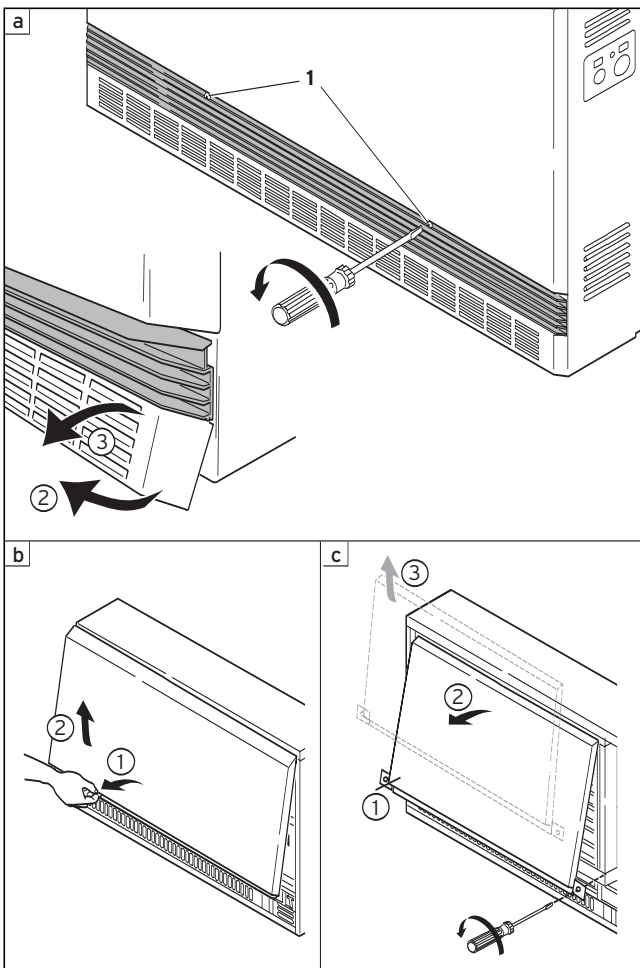

Abb. 4.2 Öffnen des Kernraumes
4.4 Öffnen des Kernraumes (Abb. 4.2)